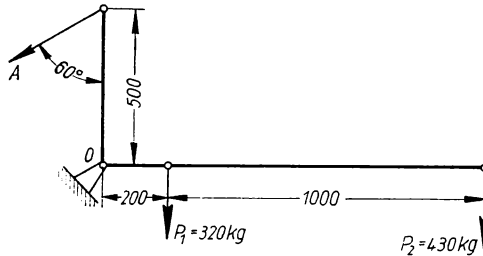

Bild 207
**333.** An dem waagerechten Arm eines Winkelhebels nach Bild 207 greifen die Kräfte  $P_1 = 320$  kg und  $P_2 = 430$  kg an. Zeichnerisch und rechnerisch soll ermittelt werden **a)** die Kraft  $A$ , welche an dem senkrechten Arm des Hebels unter  $60^\circ$  Neigung wirken muß, um Gleichgewicht zu halten; **b)** die Belastung des Drehzapfens  $O$ .